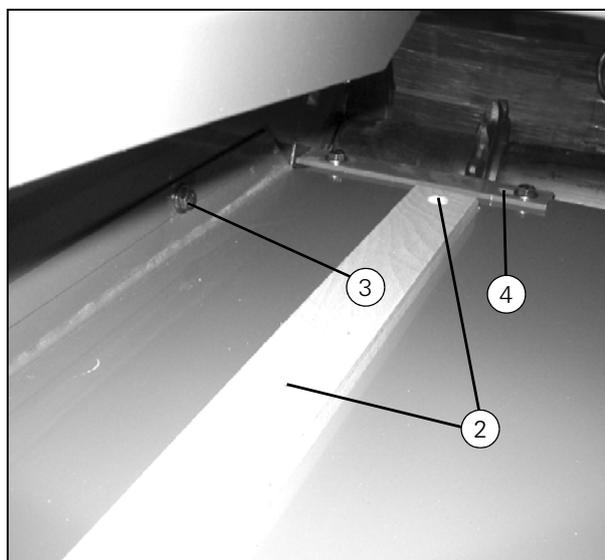

Рисунок 16
Примечание: После снятия пластины отрегулируйте положение крышек (4) (Рис. 16), так чтобы они располагались непосредственно на краях.
7. Снимите кожух (4) (Рис. 16) .
- Отрегулируйте положение крышек (4) (Рис. 16), так чтобы они располагались непосредственно на краях.